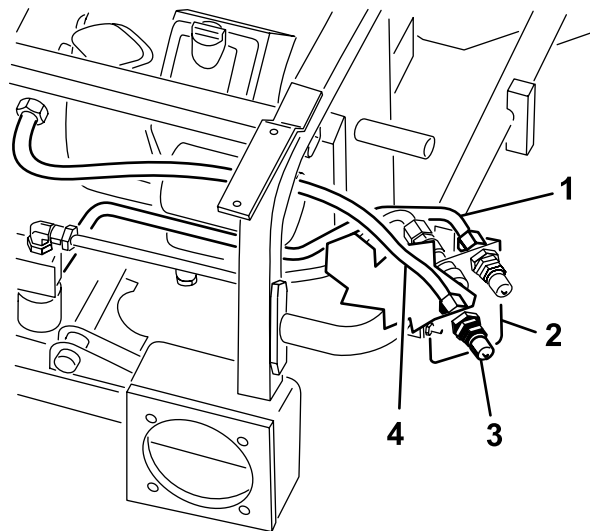

図 16
- 油圧ラインホース5番を、下側のオスのカップラに仮止めする図 16。